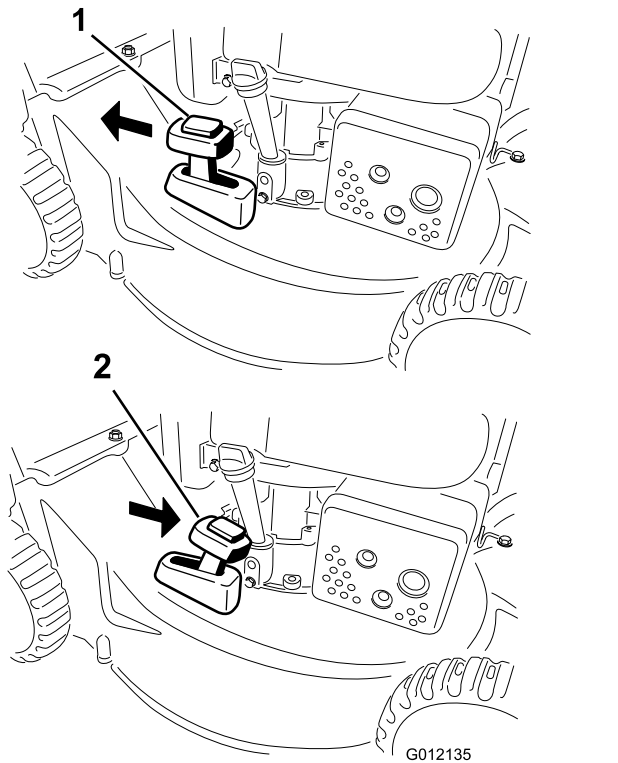

Figura 16
Para reciclar los recortes, mueva la palanca de ensacado a demanda a la posición de RECICLADO (Figura 16).
2. Instale el recogedor; consulte Instalación del recogedor \(página 11\) y mueva la palanca de ensacado a demanda a la posición de ENSACADO, como se muestra en la Figura 16.
Nota: Si el recogedor está instalado en la máquina, retírelo antes de proceder a la descarga lateral de los recortes; consulte Retirada del recogedor \(página 11\). La palanca de ensacado a demanda debe estar en la posición de ENSACADO, como se muestra en la Figura 16.